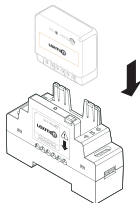

figura 2
3. Insira o receptor na caixa do trilho DIN respeitando a direção de inserção do receptor (ver figura 2). Verifique se os terminais estão desaparafusados e tome cuidado para não entortar os pinos situados no interior da caixa.